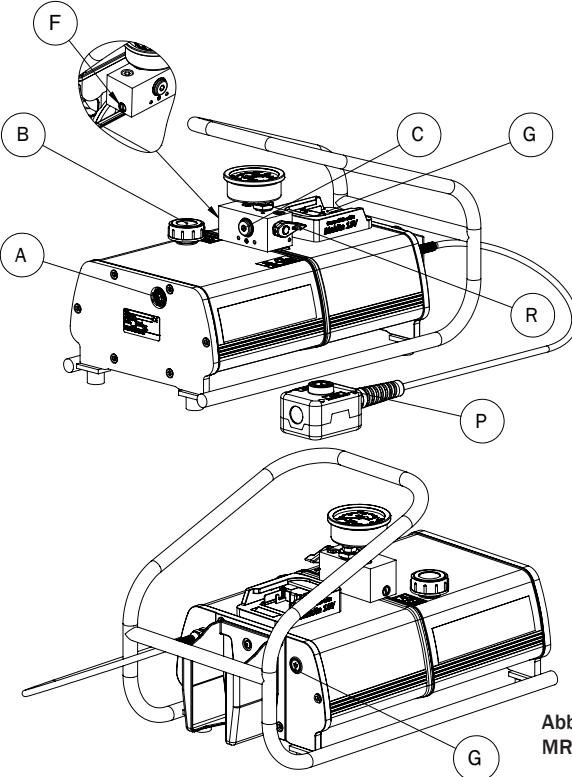

Abb. 10
- Schrauben Sie die Öleinfüllschraube ab (Abb. 10, Pos. B).
- Füllen Sie den Ölbehälter durch die Einfüllöffnung bis der Ölfüllstand die Mitte des Ölstandsglases (Abb. 10 Pos. A) erreicht hat.
Die Einstellung des Maximaldrucks erfolgt durch Drehen der Einstellschraube (Abb. 10 und Abb. 11, Pos. F). Um den Druck zu erhöhen, drehen Sie im Uhrzeigersinn.
El tapón de llenado de aceite tiene una válvula de ventilación de aire incorporada que evita la presión excesiva o insuficiente del contenedor de aceite (fig. 10 pos. B).
Tapón de vidrio de nivel para comprobar fácilmente el nivel de aceite (fig. 10 pos. A)